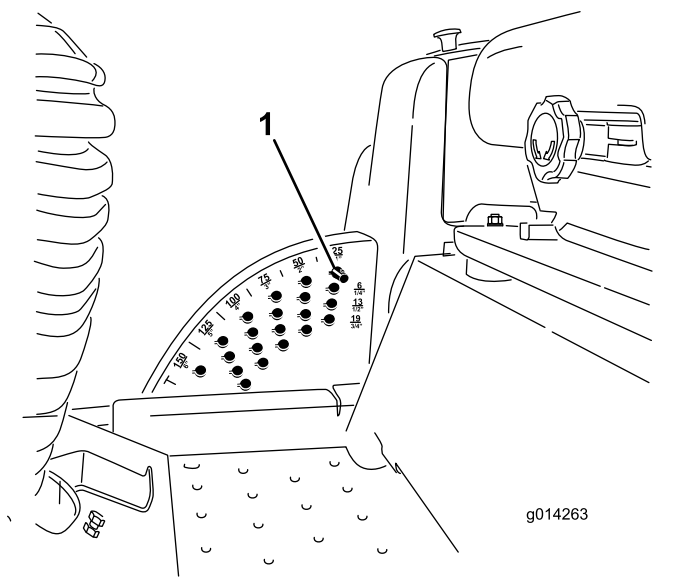

Рисунок 24
1. При работающем двигателе передвигайте переключатель подъема деки назад до тех пор, пока дека газонокосилки не поднимется полностью, а затем **немедленно отпустите переключатель**, как показано на Рисунок 24.
2. Поверните стопорный штифт высоты скашивания так, чтобы его выступы совпали с прорезями в отверстиях кронштейна высоты скашивания, и выньте штифт (Рисунок 24).
3. Выберите отверстие в кронштейне высоты скашивания, соответствующее необходимой высоте скашивания, вставьте штифт и, нажимая на него, поверните так, чтобы он зафиксировался в отверстии (Рисунок 24).
Примечание: В кронштейне есть четыре ряда отверстий (Рисунок 24). Верхний ряд обеспечивает высоту скашивания, указанную над штифтом. Второй ряд обеспечивает указанную высоту скашивания плюс 6 мм. Третий ряд обеспечивает указанную высоту скашивания плюс 12 мм. Нижний ряд обеспечивает указанную высоту скашивания, плюс 18 мм. Для положения 15,8 см имеется только 1 отверстие, расположенное во втором ряду. Это положение соответствует высоте скашивания 15,8 см, и к нему не добавляется 6 мм.